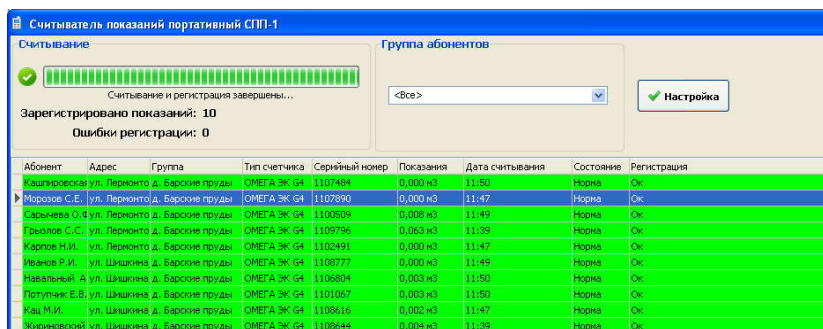

Рисунок 16 - Получение показаний счетчиков из СПП-1
5. Подключите считыватель СПП-1 к компьютеру при помощи USB кабеля из комплекта поставки. При этом на компьютере должна быть запущена программа “Учет энергоресурсов”. Программа автоматически считывает показания счетчиков из СПП-1 (Рисунок 16), после чего появится сообщение “Считывание и регистрация завершены...”. Строки счетчиков, показания которых обновились, будут выделены зеленым цветом.